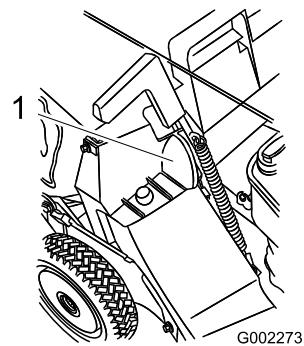

Figura 27
6. Tire hacia adelante del tirador de la puerta de descarga hasta que la clavija salga de la muesca de la bolsa, y mueva el tirador hacia atrás hasta que la clavija se bloquee en la muesca de la bolsa (Figura 27).